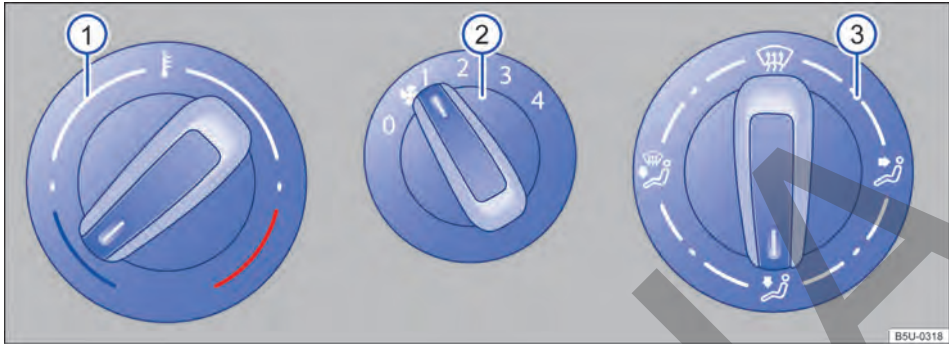

Fig. 70 Comandos del sistema de ventilación y calefacción.
- *Sistema de ventilación y calefacción*: girar el regulador del ventilador al nivel 0 → fig. 70 ②.
- *Sistema de ventilación y calefacción*: girar el regulador giratorio izquierdo → fig. 70 ① para regular la respectiva temperatura.
- *Sistema de ventilación y calefacción*: girar el regulador del ventilador → fig. 70 ②.
- *Sistema de ventilación y calefacción*: girar el regulador de la derecha → fig. 70  a la posición deseada.
- En vehículos con sistema de calefacción, girar el regulador de temperatura → fig. 70 ① totalmente hacia la derecha, a la posición máxima de calefacción.
- Girar el botón de distribución de aire ③ a la posición 🌀.
- Girar el botón del ventilador ② al nivel 3 o 4.